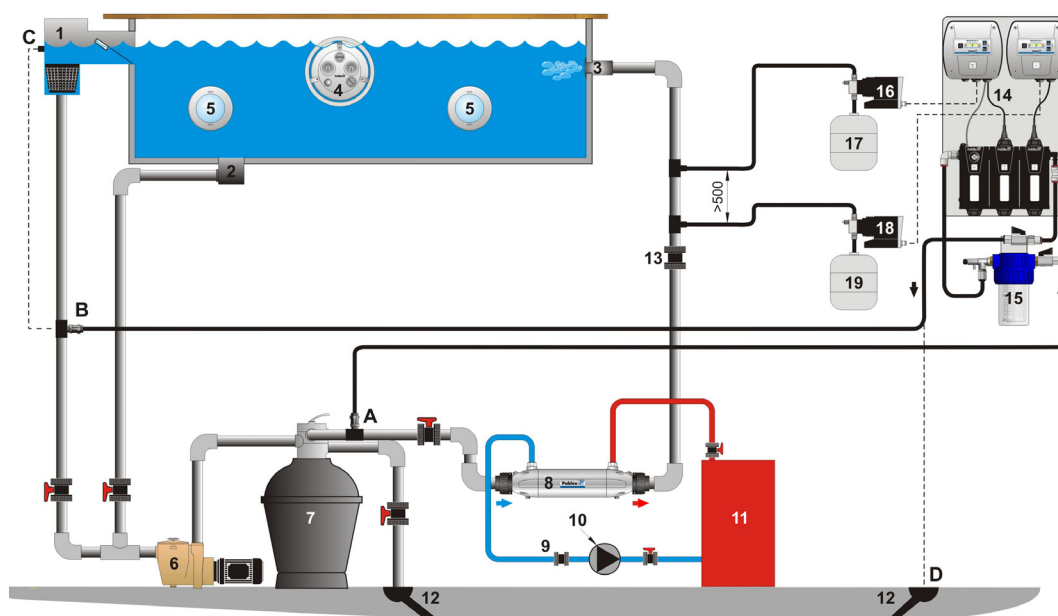

Рис. 2.
Если циркуляция в бассейне прекращается, электропитание модуля MiniMaster должно отключаться. В противном случае вода может пойти через систему в обратном направлении и дозирование реагентов будет продолжаться из-за срабатывания расходомера (в зависимости от конструкции системы и разности уровней между бассейном и насосом). При обратной промывке и чистке песчаных фильтров необходимо обязательно отключать подачу воды в MiniMaster. Чтобы свести к минимуму риск коррозии, все оборудование для дозировки должно устанавливаться ПОСЛЕ всего остального оборудования. Расстояние между точками ввода жидкой кислоты и хлора должно быть максимально возможным для данной системы циркуляции, но не должно быть меньше 500 мм, и ХЛОР ВСЕГДА ДОЛЖЕН ВВОДИТЬСЯ ПОСЛЕДНИМ (см. рис. 2).
7. **Вход А:** Установите скобу для центрирования после песочного фильтра на напорной стороне циркуляционного насоса бассейна (см. рис. 2 – А).
8. **Выход В:** Установите скобу для центрирования после переливной трубы на стороне всасывания циркуляционного насоса бассейна (см. рис. 2 – В).
3. Нажмите кнопку потока Flow (J) на любом из модулей управления (при выборе из двух вариантов – на левом модуле).
4. Отрегулируйте поток с помощью регулировочного винта (L), чтобы горели диоды 1-4. Убедитесь, что вода течет через модули (это можно видеть через окно M) и что она свободно идет через шланги.
5. Если выходной шланг установлен на стороне всасывания насоса (см. рис. 2 – В), шаровый клапан L2 (рис. 7) должен быть открыт на 25-50%, чтобы избежать пониженного давления в электродных модулях. Проверьте и при необходимости еще раз отрегулируйте поток.